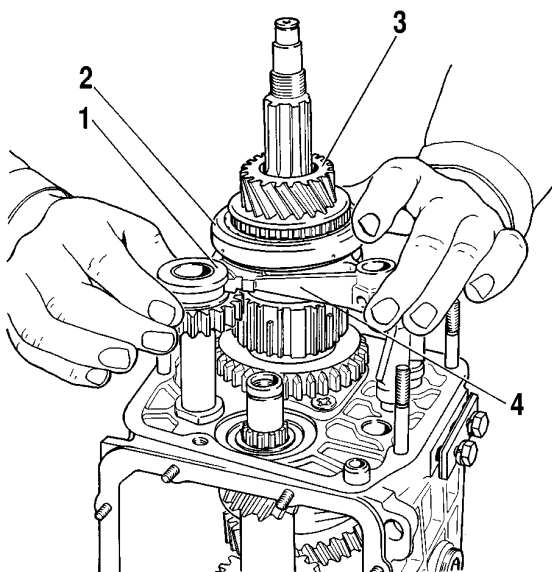

Fig. 3-23. Dépose du pignon intermédiaire de marche arrière, pignon de V-ième vitesse et synchroniseur avec fourchette complet:
Enlever de l'axe l'engrenage 1 (fig. 3-23) de marche arrière, et simultanément, de l'arbre secondaire l'engrenage 3 avec le manchon et fourchette 4 complet.
- pignon intermédiaire 1 (fig. 3-23) de marche arrière, pignon 3 et fourchette 4 sont à installer simultanément: